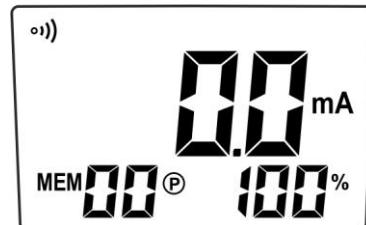

Fig. 24
2. L'instrument affiche le message « **OL Ω** » à l'écran, car il est configuré automatiquement pour la mesure de la résistance. Appuyer brièvement sur la touche **▲ A** pour accéder au mode de mesure du courant. S'affiche à l'écran Fig. 24.